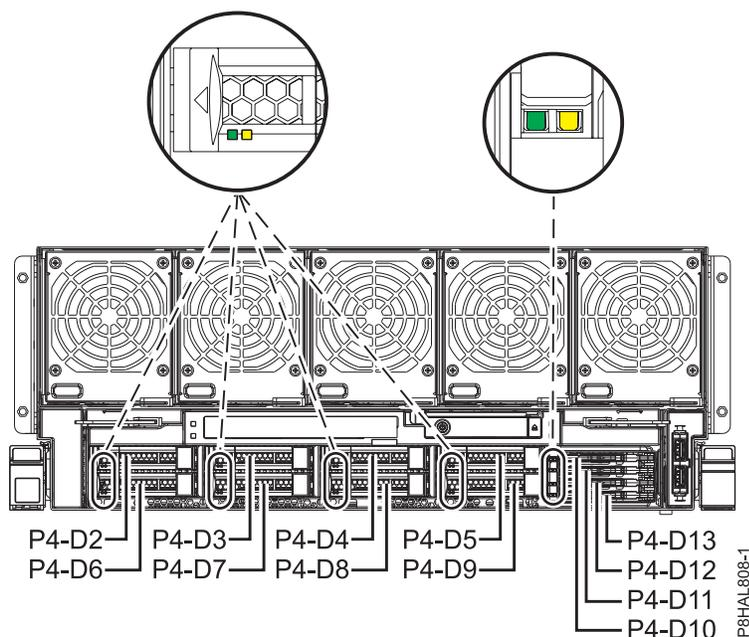

Figure 6. Emplacements des unités de disque et des unités SSD et voyants d'activité du système
2. Déterminez l'emplacement dans lequel vous souhaitez installer une unité de disque ou une unité SSD. Les emplacements de l'unité de disque et de l'unité SSD sont situés à l'avant d'un système. La figure 6, à la page 13 illustre les emplacements des unités de disque et des unités SSD ainsi que les voyants d'activité. Les voyants d'activité sont situés au-dessus de la poignée de verrouillage des